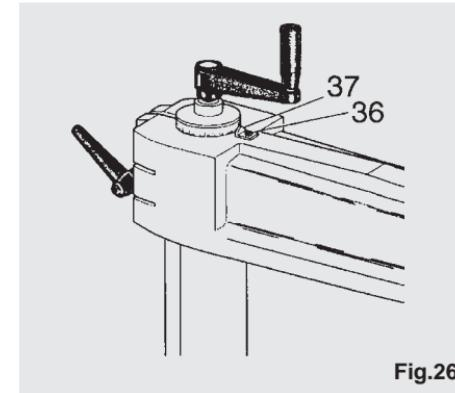

Fig.26
Una vez alcanzada la perpendicularidad del brazo respecto a la varilla de tope, efectuar la sistematización definitiva del indicador situado sobre el brazo (ver fig. 26). Aflojar el tornillo (36) y hacer coincidir el indicador (37) con la posición 0 del nonio graduado.